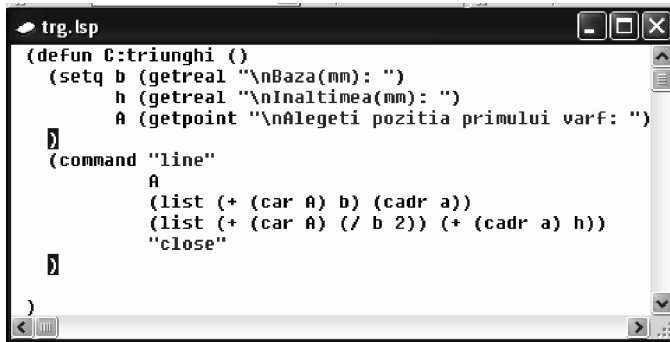

Fig. 12.9 Evidențierea sursei erorii
7. Din meniul **Debug** se selectează *Last break source*. În fereastra de editare, linia care este sursa erorii este evidențiată – vezi Fig. 12.9.